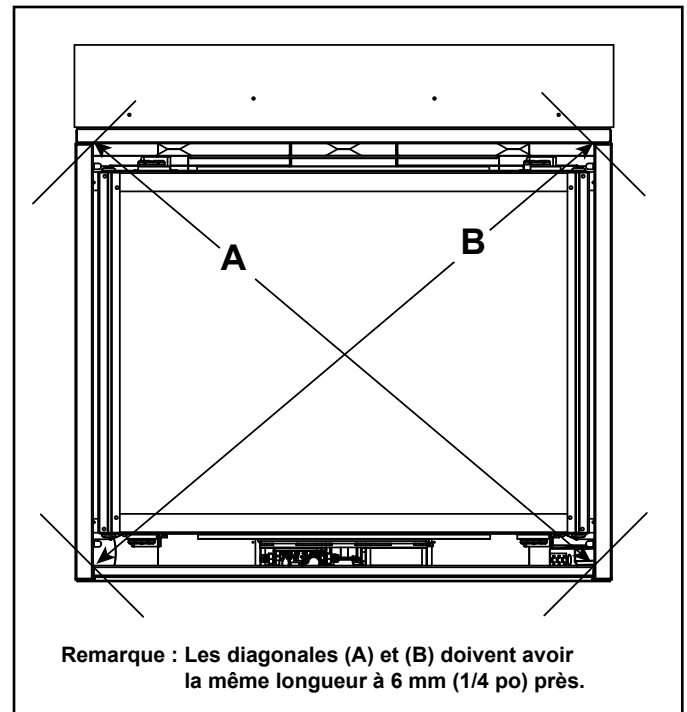

Figure 6.14 Positionnement de l'appareil à l'équerre
- Placez l'appareil de façon à ce les diagonales aient la même longueur à 2 mm (0,25 po) près. Voir la figure 6.14.